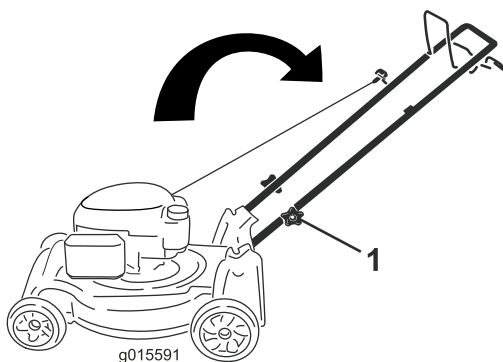

Рисунок 4
2. Переведите рукоятку в рабочее положение (Рисунок 4).